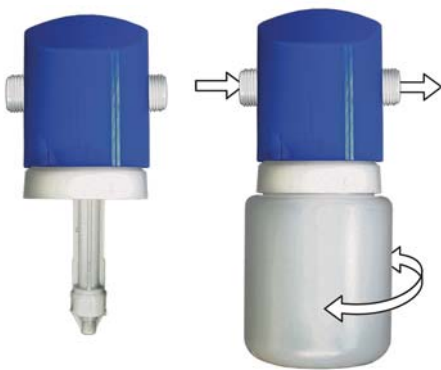

Abb. 9: Dosiereinheit (Abb. links ohne Behälter)
- Dosiereinheit zum Einbau in die bauseitige Wasserzufuhr, zur Beimischung der Oxy-Lösung, s. Abb. 9 (beigestellt)